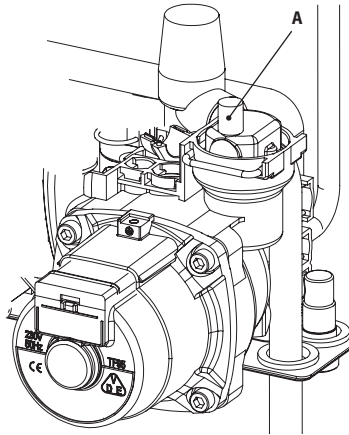

Figura 6.1
- Allentare il tappo della valvola di sfato automatica **A** in Figura 6.1.